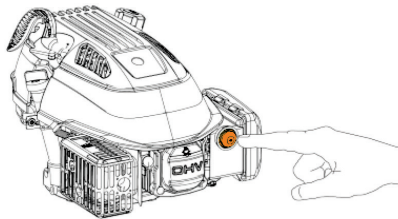

Рис. 7
7. Нажмите праймер 3-4 раза для подачи топлива (только для запуска холодного двигателя.) (Рис. 7)